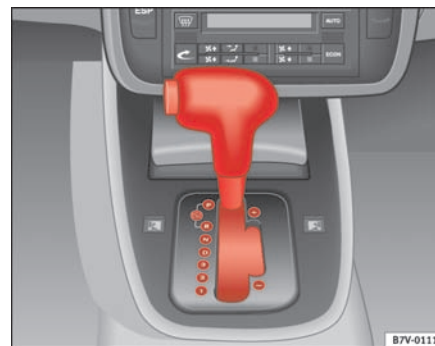

Fig. 128 Udsnit af midterkonsollen: gearvælger med låseknap
- Træd på bremsepedalen, og hold den nede. Tryk samtidig på gearvælgerlåsen på venstre side af gearvælgeren ⇒ **side 161, fig. 128**.
- Tryk på låseknappen, og hold den inde (knap på venstre side af gearvælgeren) ⇒ **side 161, fig. 128**, sæt gearvælgeren i et gear (**R**, **D** eller **S**).